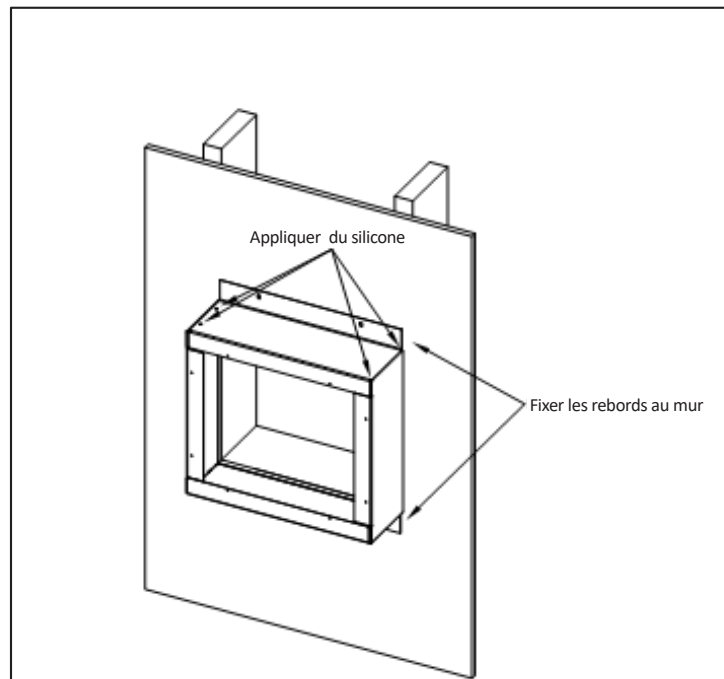

Figure 5.1 - Installer et sceller le kit d'extension de finition KPV-FEK
2. Fixez la boîte du kit d'extension au bâtiment. Veillez à ce que le kit d'extension de finition soit bien d'équerre à l'ouverture encadrée. Voir Figure 5.1. Scellez tous les coins, joints et lignes de pliage avec le scellant au silicone. Vérifiez que tous les trous et fentes sont remplis pour former une enveloppe scellée étanche.